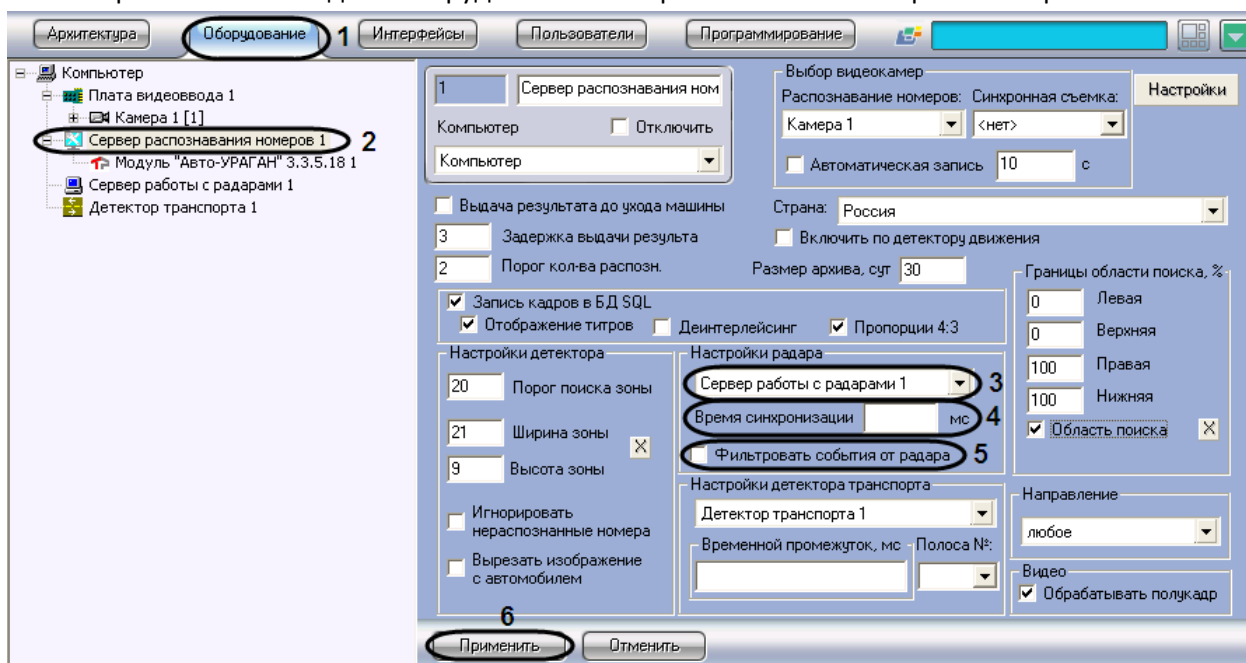

Рис. 7.2—20. Настройка совместной работы Сервера распознавания номеров и программного модуля «Радар»
2. В дереве объектов на вкладке «Оборудование» выбрать объект «Сервер распознавания номеров», соответствующий активированному программному модулю «Авто-УРАГАН 3.5.0.29», «CARMEN-паркинг», «CARMEN-Авто» или «VIT» (см. раздел «Активация программного модуля, используемого для распознавания номеров», Рис. 7.2—20, 2). В правой части вкладки «Оборудование» отобразится панель настройки выбранного объекта
3. Выбрать объект «Сервер работы с радаром» из списка доступных объектов в системе (см. Рис. 7.2—20, 3). В данном списке требуется выбрать объект «Радар», который соответствует устройству «Радар», направленному на ту же полосу дорожного движения, что и видекамера, работающая совместно с Сервером распознавания номеров
4. Указать время в поле «Время синхронизации», в течение которого автомобиль должен проехать расстояние от места фиксации скорости движения транспортного средства устройством «Радар», до участка дороги, куда направлена видекамера, работающая совместно с Сервером распознавания номеров (см. Рис. 7.2—20, 4). Параметр «Время синхронизации» выражается в миллисекундах.
5. Установить флажок «Фильтровать события от радара» для фиксации только первой скорости от радара, остальные скорости игнорируются до истечения времени задержки или распознавания номера (см. Рис. 7.2—20, 5).